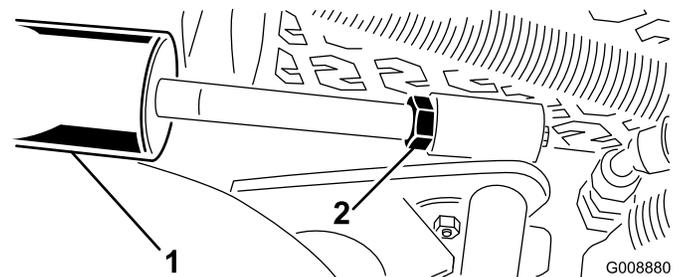

Figura 29
A. Abbassate l'apparato di taglio e allentate il controdado sul cilindro (Figura 29).